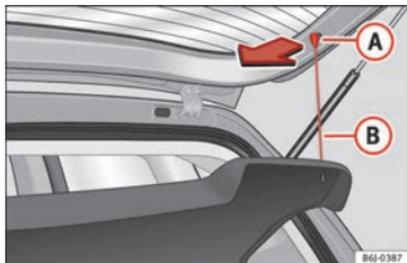

Fig. 149 Plage arrière.
– Décrochez les tirants » fig. 149 **(A)** de leurs logements **(A)**.